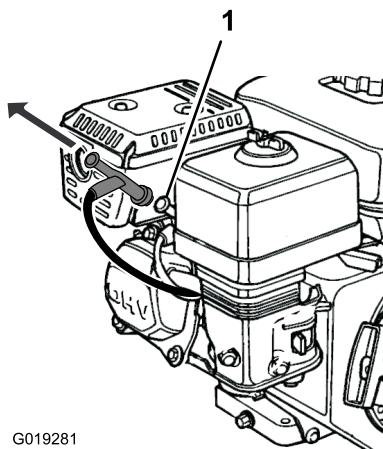

Figure 27
- Débranchez le fil de la bougie; voir Figure 27.
Débranchez le fil de la borne de la bougie (Figure 27).